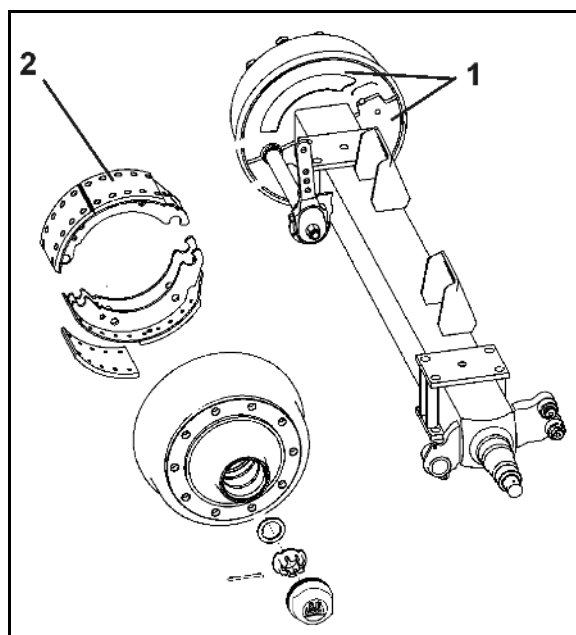

Fig. 115
1. Beide Abdeckbleche (Fig. 115/1) an der Innenseite der Bremstrommel abschrauben.
Eingedrungener Schmutz kann sich auf den Bremsbelägen (Fig. 115/2) absetzen und dadurch die Bremsleistung wesentlich verschlechtern.